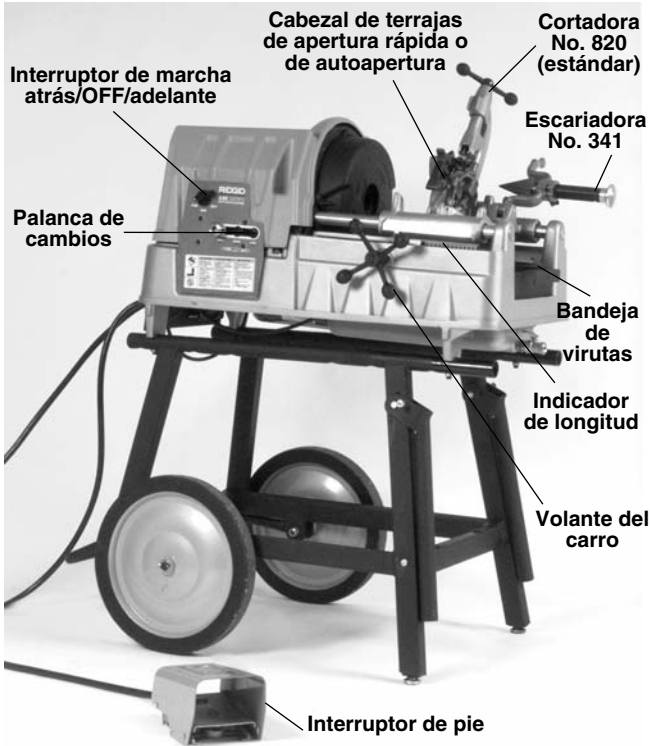

Figura 4 – Roscadora automática de tubos y pernos No. 535
1. Asegure que la Roscadora esté desenchufada y que su interruptor de control se encuentre en la posición de OFF (apagado) (Figura 4).
- Asegure que el interruptor de pie esté presente y acoplado a la Roscadora (Figura 4).